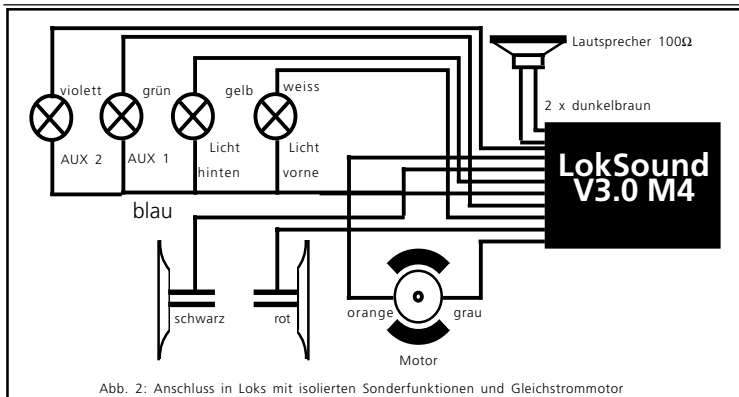

Abb. 2: Anschluss in Loks mit isolierten Sonderfunktionen und Gleichstrommotor
a) Die Lampen / Funktionen sind mit Ihrem gemeinsamen Anschluss gegenüber dem Lokgehäuse isoliert (also potentialfrei). Der dann nötige Anschluss wird in Abb. 2 dargestellt.
- Wenn die Lämpchen und Funktionen nicht mit der Gehäusemasse verbunden sind (siehe Abb. 2), müssen Sie alle übrigen Anschlüsse aller Lämpchen und Funktionen gemeinsam an das blaue Kabel anschließen. Dieses darf keinen Kontakt mit dem Lokchassis haben!
Verwenden Sie bei Loks, deren Licht- und Funktionsausgänge nach Abb. 2 verschaltet werden, ausschließlich digitale Rauchgeneratoren, z.B. Seuthe Nr. 11. Andere Raucheinsätze benötigen zu viel Strom.